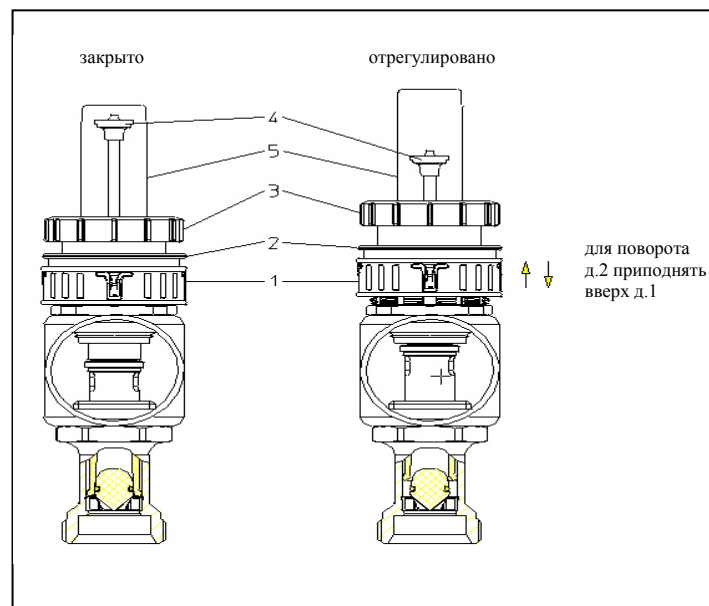

Рис. 7.1. Настройка ротаметров
7.2. Настройка ротаметров (рис. 7.1.)